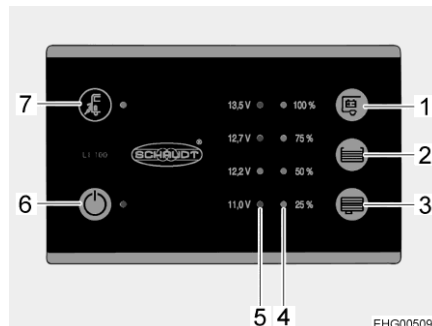

Bild 67 Panel (LT 100)
Den gula lysdioden lyser vid symbolen nätanslutning "☑" (Bild 67,7) när fordonet är anslutet till en extern nätanslutning. Lysdioden lyser då också med avstängd panel.
Med huvudbrytaren 12 V (Bild 67,6) kopplas panelen och bodelens 12 V-försörjning till eller från.
**Slå på:** ■ Tryck på knappen "⏻" (Bild 67,6): 12 V-försörjningen för bodelen är påslagen. Lysdioden lyser grönt.
**Slå från:** ■ Tryck på knappen "⏻" (Bild 67,6) på nytt: 12 V-försörjningen för bodelen är avstängd. Lampan släcks.
Lysdiodskalan (Bild 67,5) visar batterispänningen för bodelsbatteriet enligt följande:
■ Tryck ner knapp "⏻" (Bild 67,1): Bodelsbatteriets spänning visas.
Lysdiodskalan (Bild 67,4) visar fyllnivån i färskvattentanken eller avloppstanken.
*Visa nivå:* Tryck ner knapp "☰" (Bild 67,2): Färskvattentankens fyllnadsnivå visas med hjälp av lysdiod.
Tryck ner knapp "☰" (Bild 67,3): Avloppstankens fyllnadsnivå visas med hjälp av lysdiod.